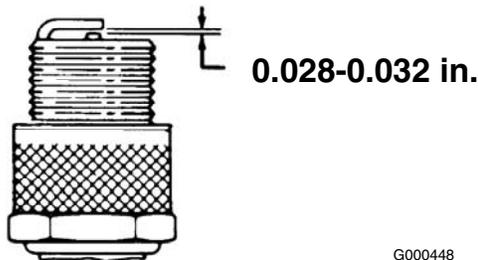

Bild 24
3. Stellen Sie den Abstand auf 0,7112 bis 0,8128 mm ein (Bild 24). Setzen Sie Zündkerzen ein, die den richtigen Abstand aufweisen, und ziehen Sie sie auf 23 Nm an.